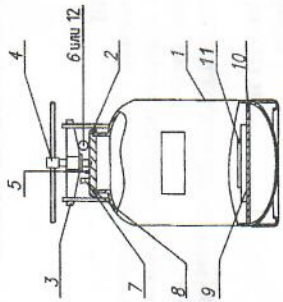

Рисунок 2— Устройство установки
- запасная прокладка поз.11 рисунок 2, шт. -1
- 5.13 Во время работы установки: -не прикасаться к горячим поверхностям установки; -не наклонять, не перемещать и не поднимать установку; -не вывинчивать винт 4 зажима крышки 2 (рисунок 2) установки.